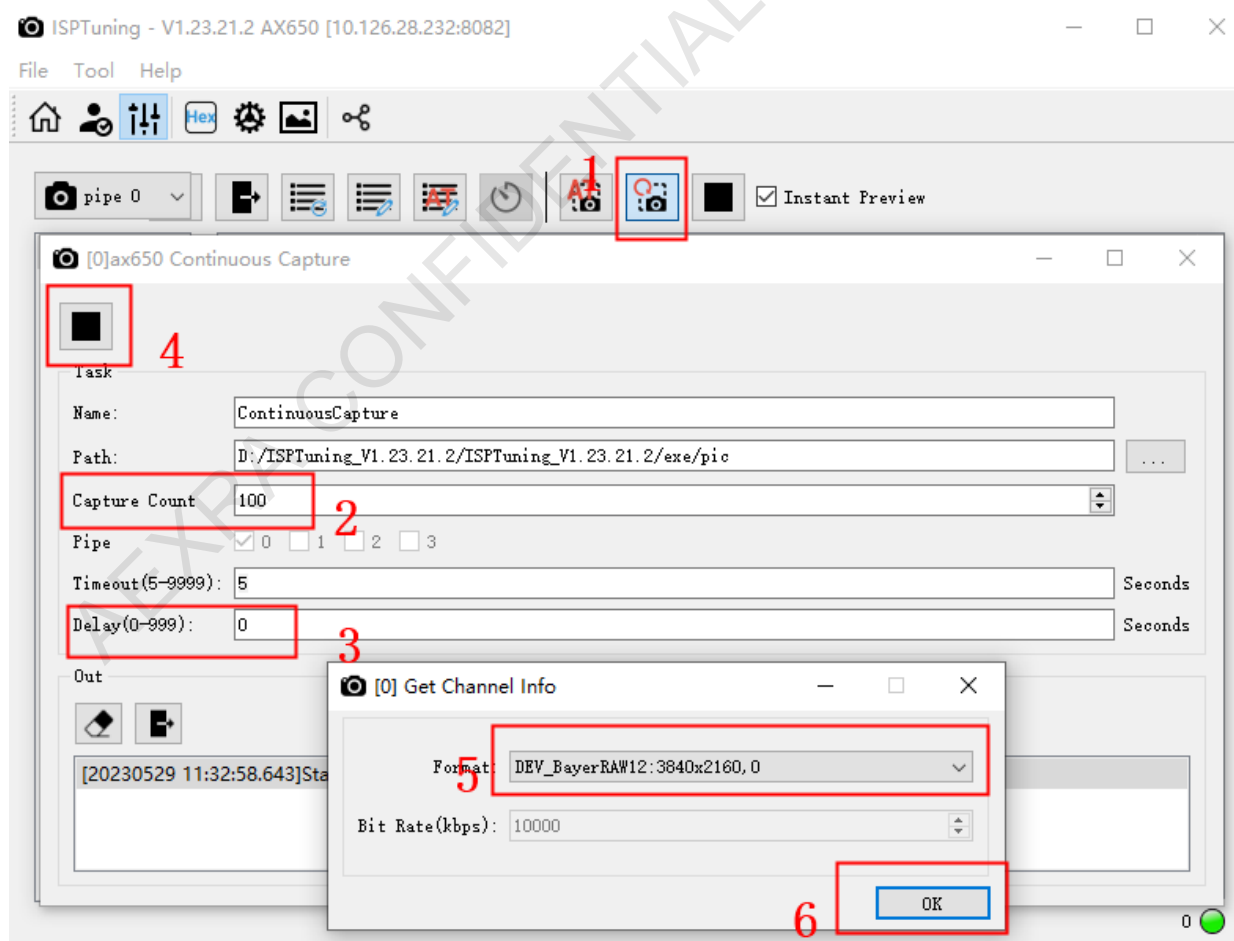
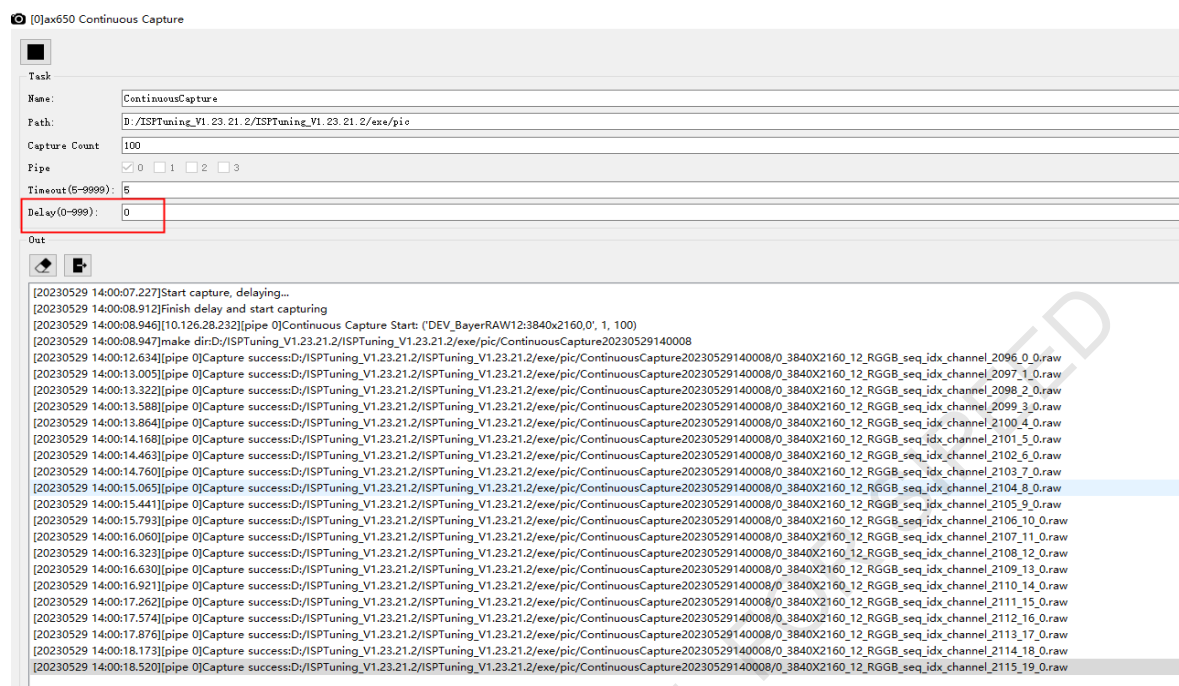

图2-3 连续 Dump Raw 抓取
图2-4 延时时间
- 步骤 4. 设置 Timeout 和 Delay(默认为 0，单位：秒)后，点击左上角开始键，在弹出的框选择抓取的 Raw 格式，点击 OK，根据 Delay 设置，延迟结束并显示开始抓图后，Tuning-Server 开始缓存（此时运动场景需保持），缓存结束后传输图片，工具端逐帧保存并显示保存成功(参考如下图 2-3 和图 2-4)。